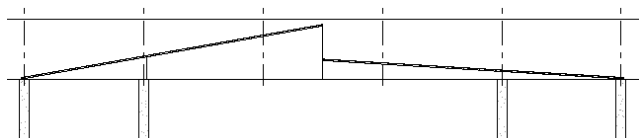

图 11-22 斜楼板
(14) 将视图切换至南立面视图观察图形，如图 11-22 所示。